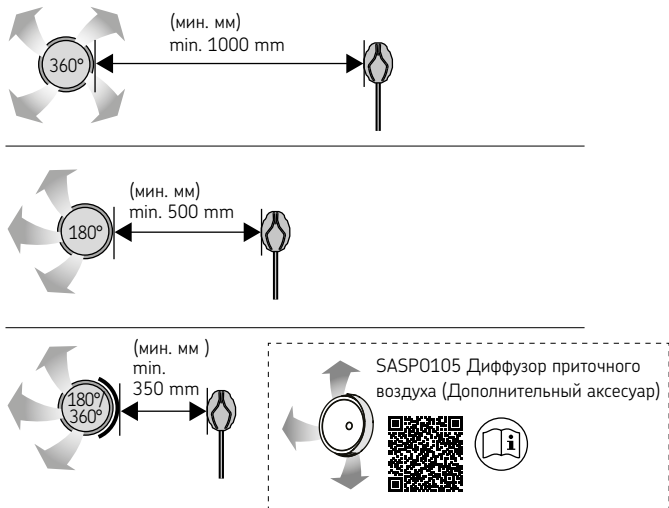

Рисунок 6. Минимальное расстояние от температурного датчика до вентиляционной отдушины.
- **Механическая вентиляция:** Воздушное вентиляционное отверстие располагается в верхней части сауны, чтобы не мешать работе датчика температуры. (Рисунок 6. Минимальное расстояние от температурного датчика до вентиляционной отдушины.)